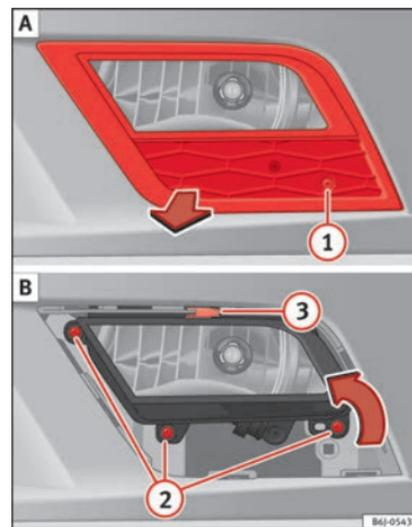
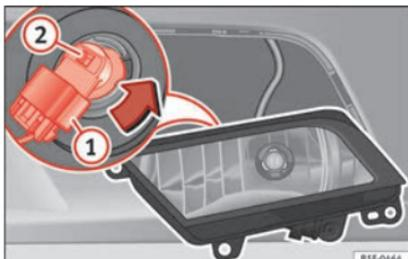

Fig. 95 Phare antibrouillard : enlever la grille. »
Fig. 96 Phare antibrouillard : démonter le support d'ampoules.
- Retirez la vis » **fig. 95** ① de la grille du projecteur antibrouillard à l'aide d'un tournevis.
- Retirez les 3 vis ②.
- Retirez l'agrafe métallique située sur la partie supérieure du projecteur antibrouillard vers l'extérieur du véhicule ③ avant de retirer le projecteur antibrouillard.
- Retirez le connecteur » **fig. 96** ① de l'ampoule.
- Tournez le porte-ampoule » **fig. 96** ② vers la gauche puis tirez.